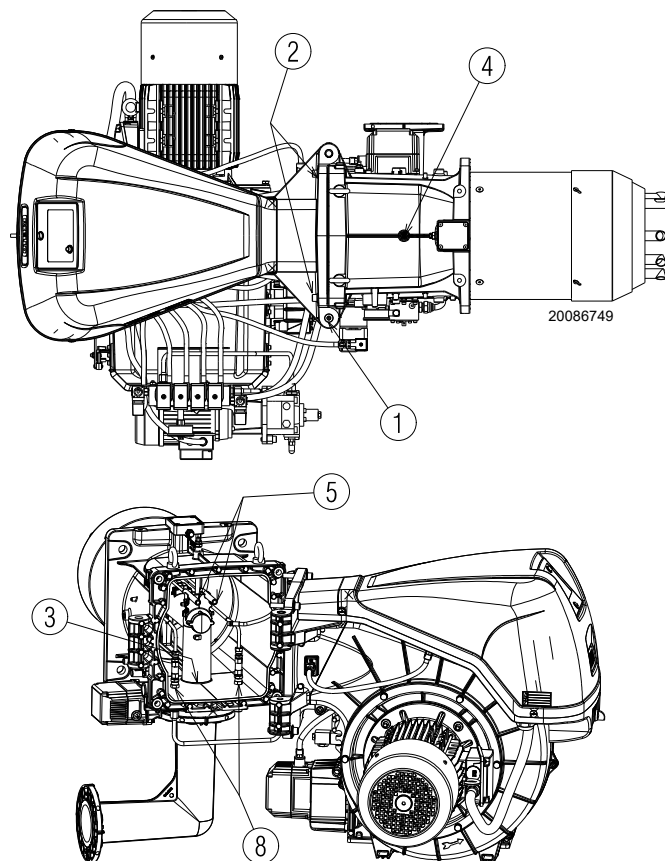

Рис. 18
На заводі налаштоване відкриття пальника праворуч, тому штифт 1) (Рис. 18) залишається в корпусі.
- C Повністю відкрийте пальник, як показано на Рис. 18
Щоб відкрити пальник з протилежного боку, перед зняттям штифта 1) (Рис. 18) переконайтесь, що 4 гвинти 2) затягнуті. Тоді посуňte штифт 1) на протилежний бік; тільки після цього можна відкрутити гвинти 2). Від'єднайте роз'єм 9 (Рис. 18) реле максимального тиску газу, тоді виконайте інструкції п. C).